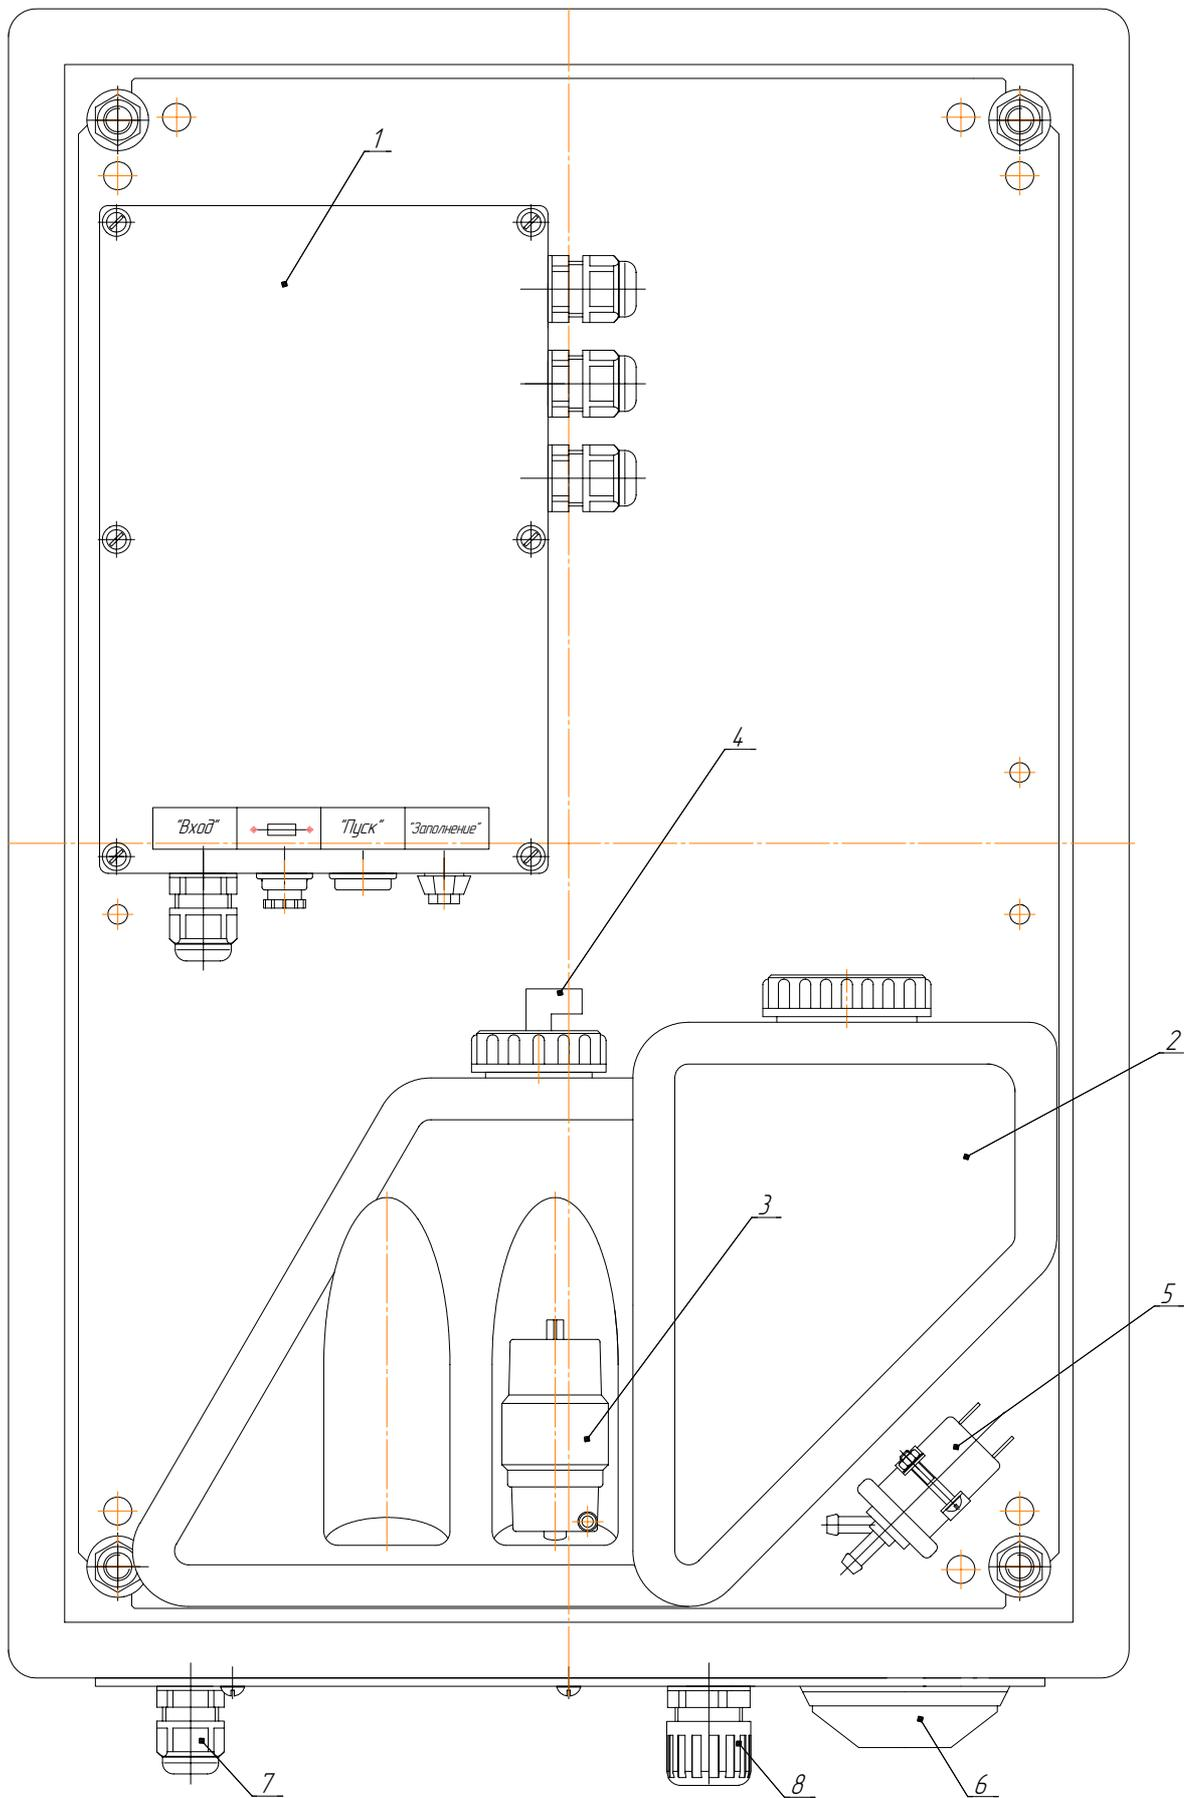

Рисунок 5 – Шкаф управления очистителем с омывателем
1.3.2 В шкафу управления очистителем с омывателем смонтированы: блок управления очистителем 1 (см. рисунок 5) в герметичном корпусе из поликарбоната; бачок омывателя 2 емкостью 5,2 литра с мотонасосом 3 и датчиком окончания жидкости 4, а также электромагнитный клапан 5, запирающий канал подачи омывающей жидкости к жиклеру в момент выключения мотонасоса. На нижней вводной панели шкафа установлены: индикатор окончания жидкости 6, два герметичных кабельных ввода 7 для кабелей диаметром 6÷10 мм и фитинг для присоединения гофрированной пластиковой трубы соединительного канала шкафа – очиститель стекла термокожуха.
- *снимите крышку корпуса блока управления 1 (см. рисунок 5);*
В корпусе блока управления 1 (см. рисунок 5) имеются токоведущие части с опасным напряжением. Не открывайте крышку корпуса, без отключения блока управления от сети питания.